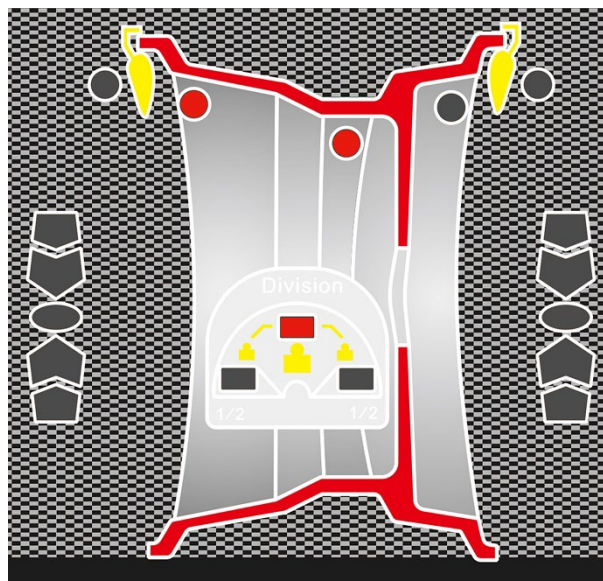

Abb.7
- Nun wechselt die Maschine automatisch auf den ALUS-Modus, dabei leuchten die drei LEDs in Abb.7 auf.